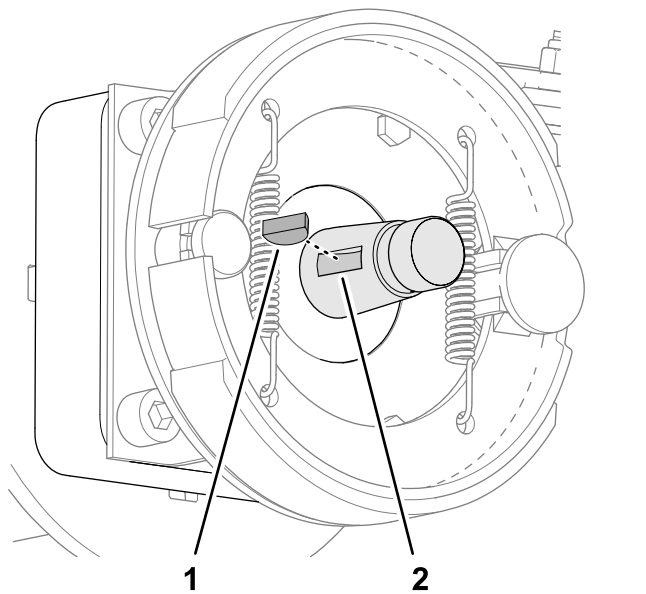

Figura 77
5. Rimuovete la chiave di Woodruff dall'albero motore della ruota (Figura 77).